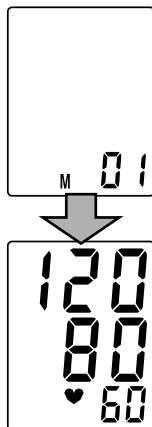

Рис.7
3. Просмотреть содержимое памяти прибора Вы можете, нажав кнопку М. При первом нажатии кнопки М на экране появится среднее значение трех последних показаний, хранящихся в памяти прибора с индексом «А». При повторном нажатии кнопки М на экране кратковременно отобразится индекс «1» (номер ячейки памяти), после чего появится результат последнего измерения (рис. 7).